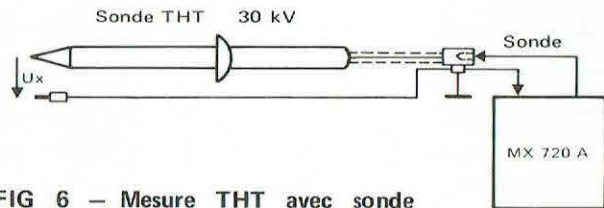

FIG 6 – Mesure THT avec sonde
- Couper toujours la source avant de brancher le **MX 720 A** comme indiqué Fig. 6, et utiliser celui-ci en voltmètre continu.